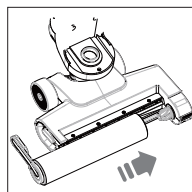

Abb. 15 – Mikrofaserrolle einsetzen
- ▶ Setzen Sie den Mikrofaserrolle mit der rechten Seite zuerst auf die Walzenaufnahme. Drehen Sie die Verriegelungslasche so, dass Sie die Verriegelungslasche in die Aussparung im Reinigungsfuß einrasten kann (**siehe Abb. 15**).